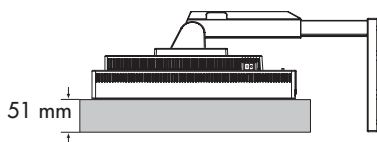

Figure S.1
3. Placez le moniteur avec l'écran vers le bas sur une surface non abrasive. (Placez le moniteur sur une plateforme de 51 mm/2,0 pouces de façon à ce que le support soit parallèle à la surface.) **(Figure S.1).**